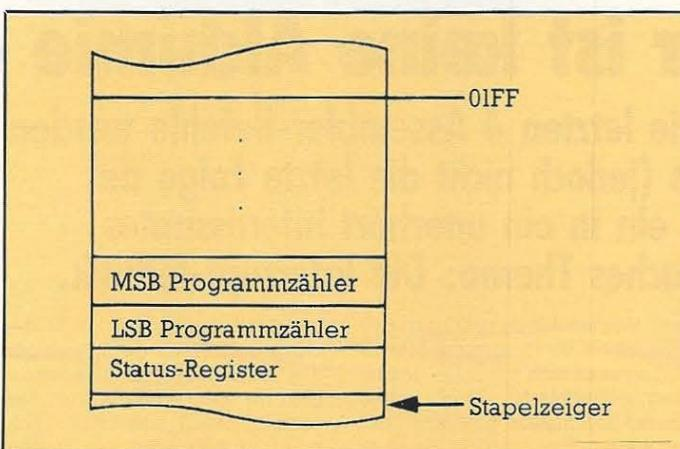

Bild 2. Die CPU rettet den Programmzähler und das Statusregister beim Eintreten einer Unterbrechung auf den Stapel
b) Zunächst wird der Programmzählerinhalt in der Reihenfolge MSB, LSB auf den Stapel geschrieben. Danach wandert noch der Prozessorstatus auf den Stapel (siehe Bild 2).